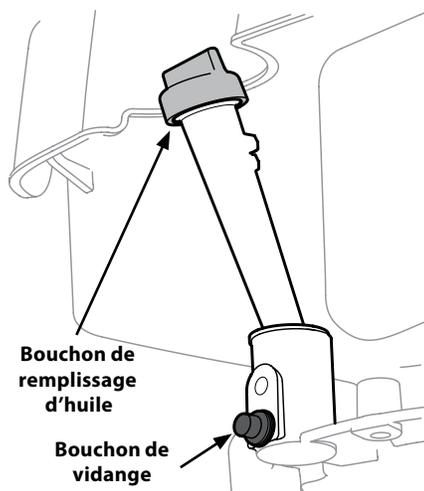

Figure 6-1
2. Retirez le bouchon et laissez l'huile couler dans un récipient approprié. Voir Figure 6-1.